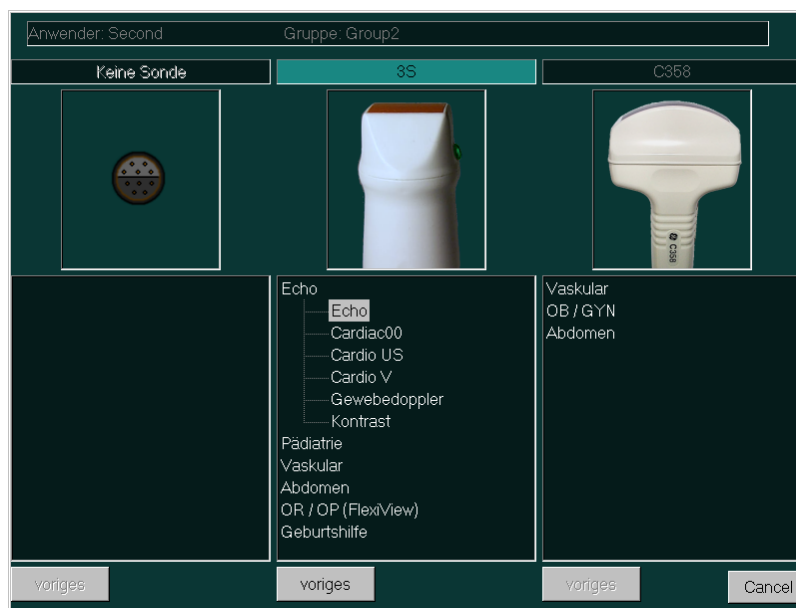

Abbildung 14-1: Bildschirmseite Schallkopf und Anwendung auswählen
1. Drücken Sie auf dem Bedienfeld die Taste **Schallkopf**. Die Bildschirmseite *Schallkopf und Anwendung auswählen* wird angezeigt, siehe Abbildung 14-1.